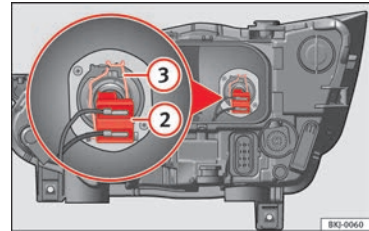

Bild 111 I motorrummet: Halvljusstrålkastare.
- Ta bort kontakten till glödlampa » **bild 111** ②.
- Lossa fjäderhållaren » **bild 111** ③ genom att trycka inåt till höger.